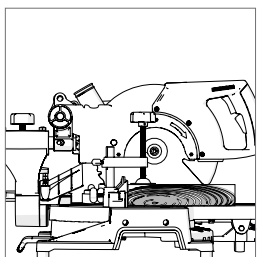

Fig. 28
- Toujours pousser la tête de coupe complètement en arrière à chaque coupe. (**Fig. 28**)